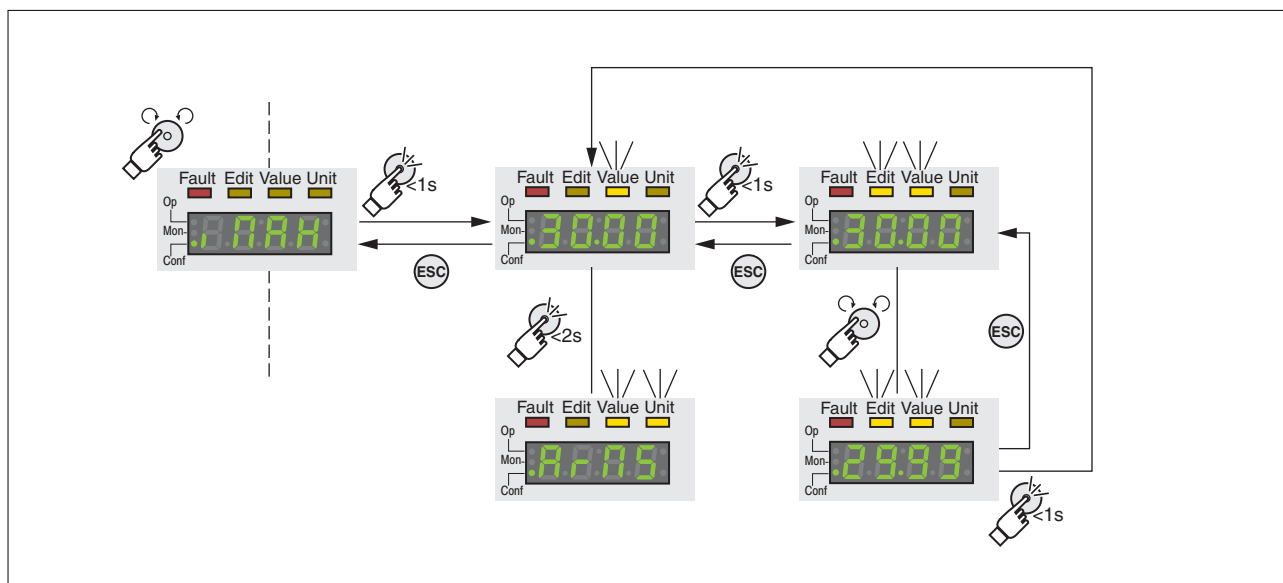

图 38: 通过集成 HMI 设定参数示例
- 参数, **PAH** (iMax) 将在 7 段显示器上显示, 请参阅 图 38。